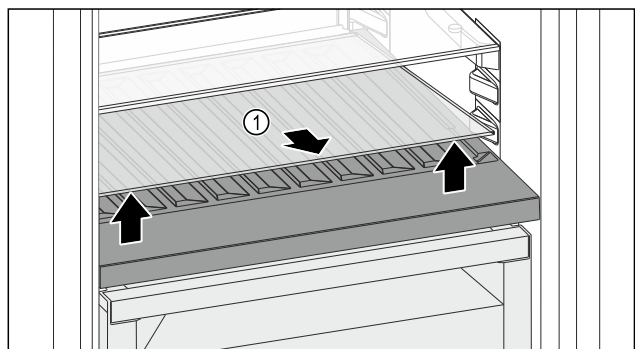

Fig. 166
- ▶ Glasplatte Fig. 166 (1) an der Aussparung vorne anheben und herausnehmen.
- ▶ Glasplatte Fig. 166 (1) außerhalb des Geräts sicher aufbewahren.
- ▶ Glasplatte (2) unter der variablen Flaschenablage einlegen.